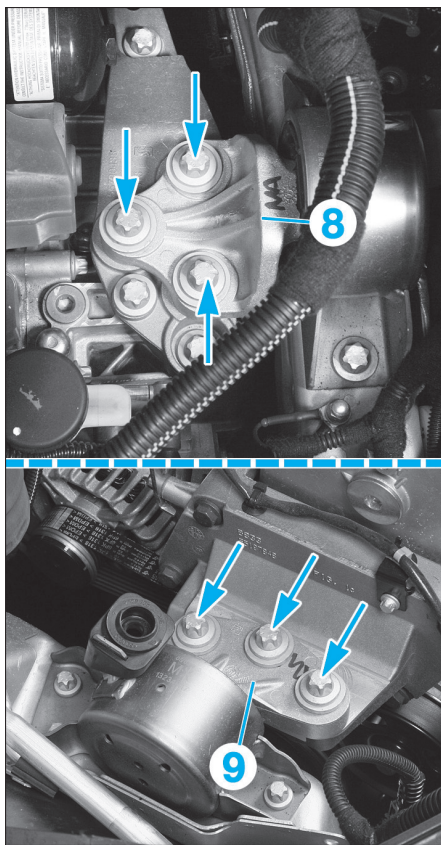

Fig. 56
- les silentblochs gauche (8) et droit (9) des supports moteur (Fig.56).